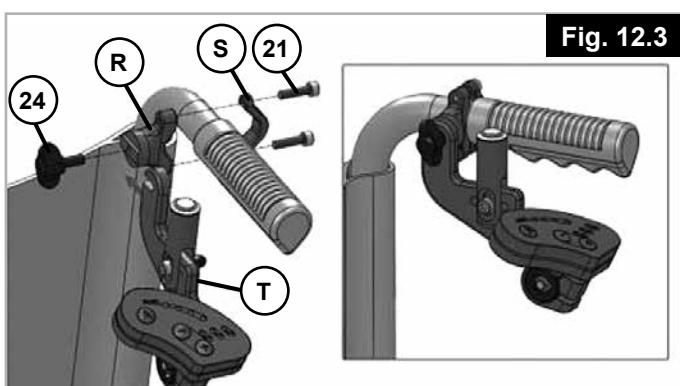

Fig. 12.3
Draai de vleugelmoer (24) los om de bedieningseenheid (T) volledig te verwijderen en in de opbergzak op te bergen. Haal hiertoe de bedieningseenheid (T) door de ritssluiting aan de achterzijde van de opbergzak en berg hem op in het rechtermvak van de opbergzak (fig. 12.3).